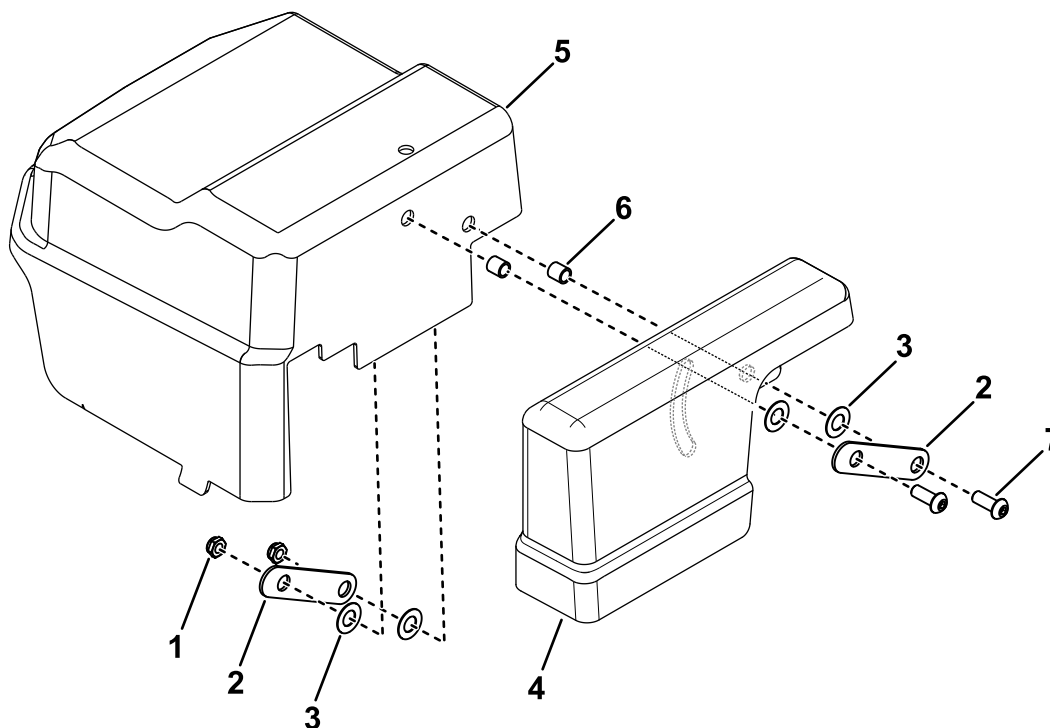

Рисунок 3
2. Используйте 2 винта, 2 гайки, 2 поворотные планки, 4 шайбы и 2 проставки для крепления крышки зарядного гнезда к левому боковому кожуху (Рисунок 3).